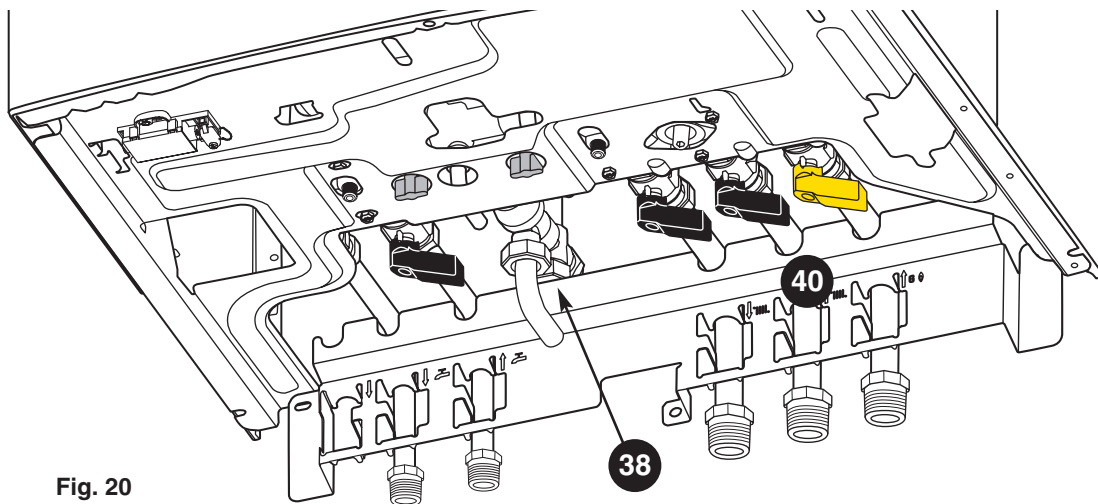

Fig. 20
- de afvoer kraan van de veiligheidsgroep van de boiler **38** (fig. 20) openen. Het water loopt weg naar de afvoer.